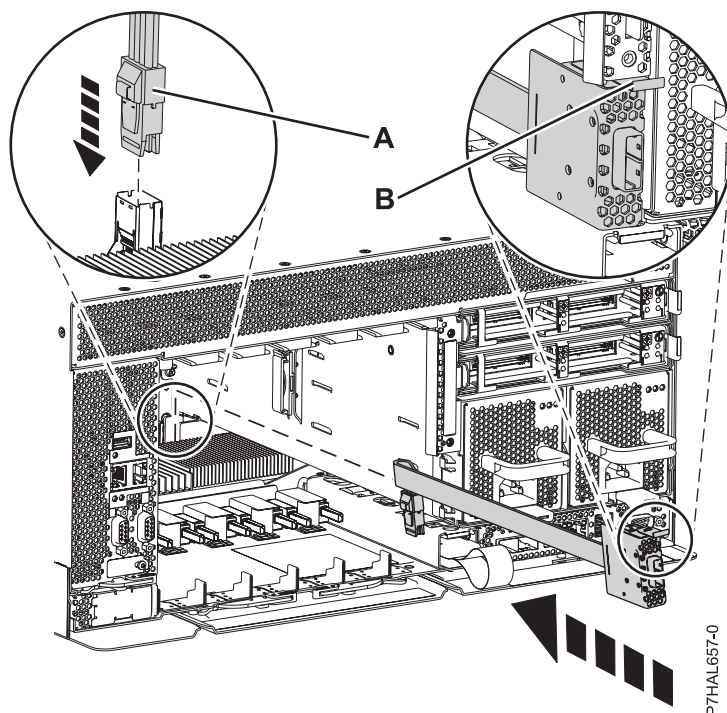

Figura 52. Substitució del cable SAS
1. Connecteu el port extern a la part posterior del sistema (B) fins que quedi ben col•locat, com es mostra a la Figura 52.
2. Premeu el protector SAS (A) a la connexió SAS de la placa posterior del sistema fins que quedi ben col•locat.